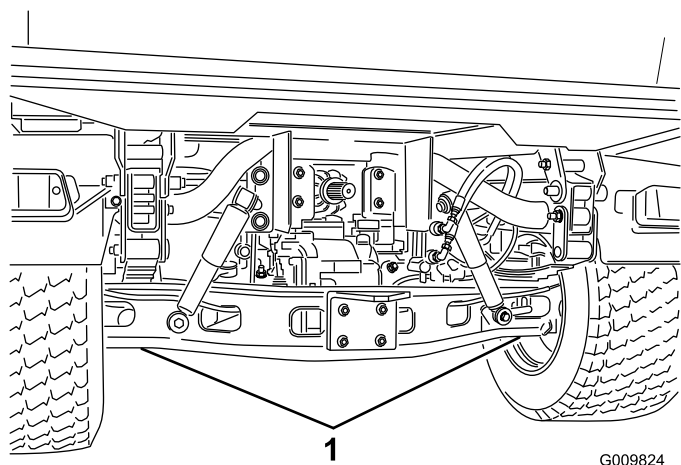

図 36
- 車両前部のジャッキポイントは前中央のフレームサポート 図 35、後部のジャッキポイントはアクスル下 図 36にある。